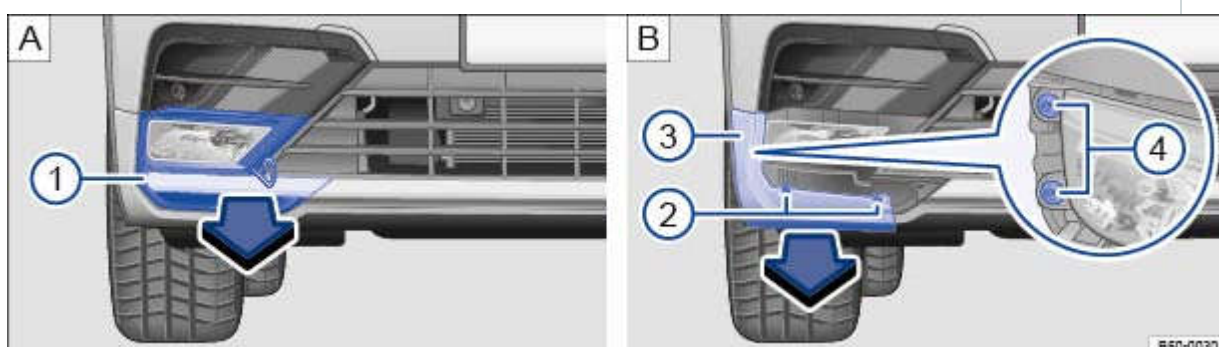

Fig. 276 Dans le pare-chocs avant, du côté droit (version R-Line) : dépose du projecteur antibrouillard
3. Accrochez l'étrier métallique dans l'ouverture située en dessous du projecteur antibrouillard → Fig. 276 . Retirez le cache vers l'avant, dans le sens de la flèche ① **A** .
4. Dévisser les 2 vis de fixation ② **B** au niveau de l'écran ③ **B** à l'aide d'un tournevis.
5. Déclipez l'écran ③ **B** et retirez-le dans le sens de la flèche.
6. Dévissez les 2 vis de fixation au niveau du projecteur antibrouillard ④ **B** (agrandissement) à l'aide d'un tournevis.